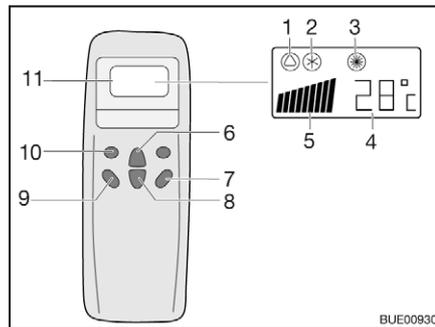
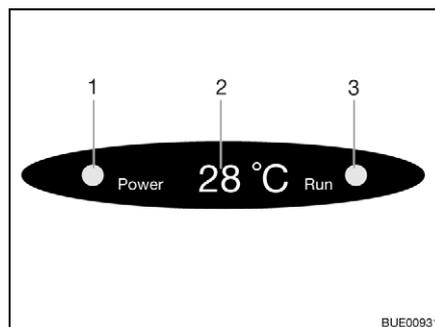

Fig. 198 Telecomando
Fig. 199 Display su diffusore
- Premere il tasto "ON/OFF" (Fig. 198,7).
- Premere il tasto "Mode" (Fig. 198,10) spesso, finché la modalità desiderata (Fig. 198,1, 2 o 3) viene visualizzata sul display. La spia di controllo relativa sul display sul diffusore (Fig. 199,3) si accende.
- Con i tasti di aumento della temperatura (Fig. 198,6) o di riduzione della temperatura (Fig. 198,8) regolare la temperatura desiderata.
- Con il tasto numero di giri ventola (Fig. 198,9) selezionare il livello desiderato per la ventola.